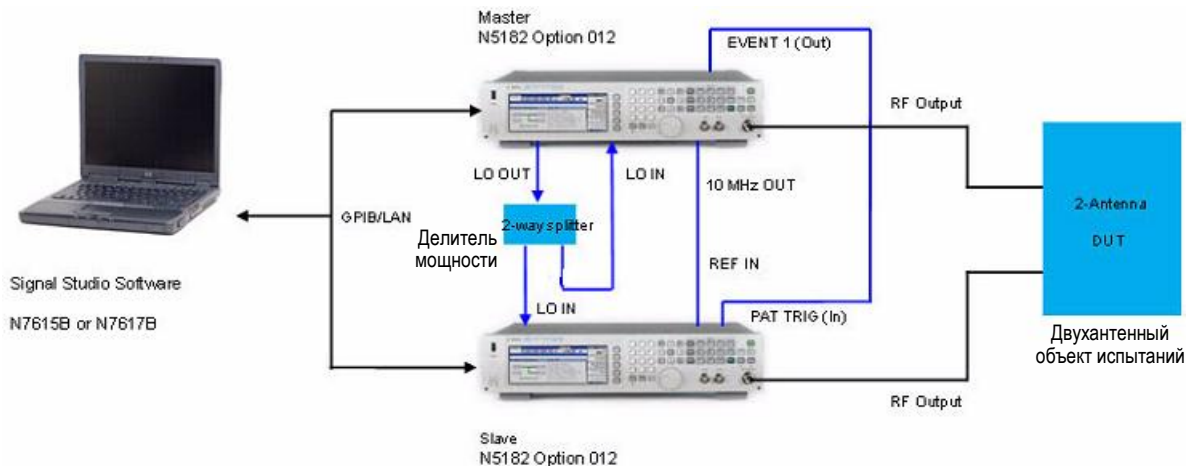
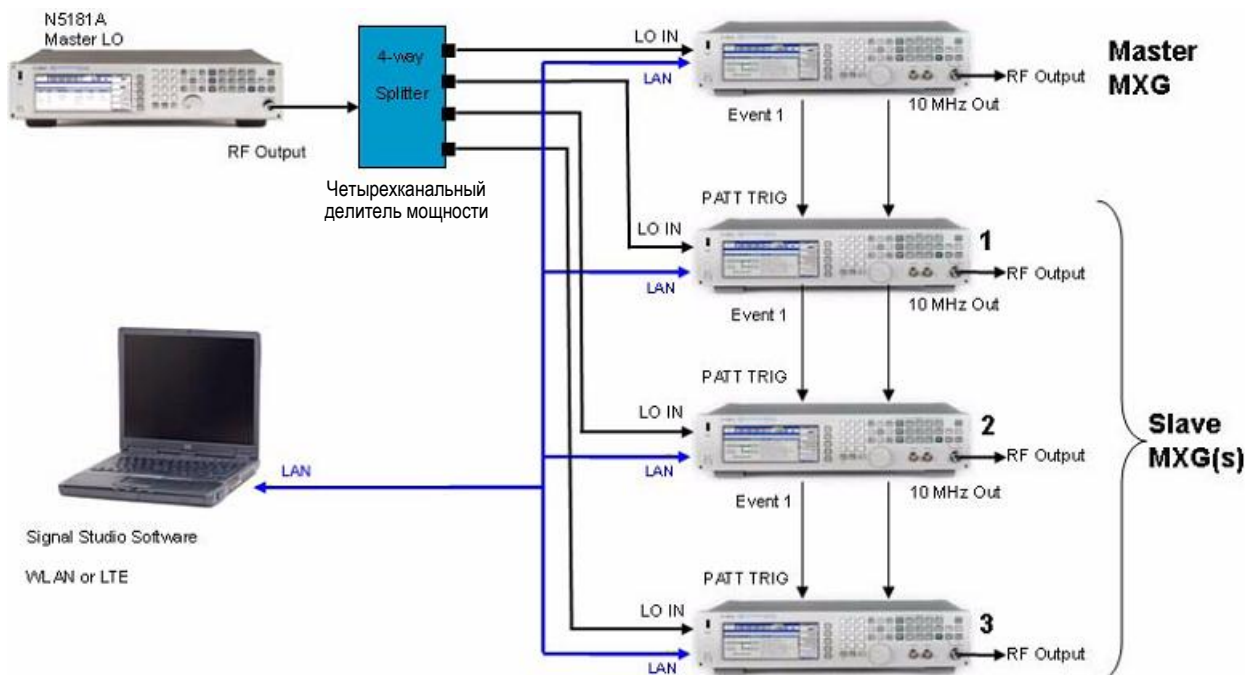

Рис. 8-30 Схема соединений оборудования 2x2 MIMO
Рис. 8-31 Схема соединений оборудования 3x3 и 4x4 MIMO
Для стандартной системы синхронизации нескольких генераторов модулирующих сигналов рекомендуется применять кабель Agilent BNC (номер для заказа 10502A). Этот же кабель рекомендуется для применения с опцией 012 (см. также рис. 8-29 на стр. 139). Дополнительно для соединений 2x2, 3x3 и 4x4 MIMO от соединителей LO IN и LO OUT до делителя мощности требуются дополнительные кабели (см. таблицу 8-5, рис. 8-30 и рис. 8-31 на следующих страницах).
1) У всех конфигураций MIMO от выхода делителя мощности к входам у ведущего и ведомых приборов присоединяются гибкие кабели SMA одинаковой длины (см. рис. 8-30 и 8-31).
Для генерирования фазово-когерентных сигналов в конфигурации 2x2 MIMO выход LO OUT ведущего генератора MXG соединяется через делитель мощности с входом LO IN ведомого прибора. Выход LO OUT при прямом соединении обеспечивает амплитуду сигнала гетеродина, достаточную для возбуждения ведомых генераторов MXG/EXG, обеспечивая таким образом фазовую когерентность выходных ВЧ сигналов. В этом примере показаны два генератора сигналов MXG с опцией 012, соединенные для реализации фазово-когерентной системы 2x2 MIMO (см. рис. 8-30).
Разветвление выхода LO на четыре канала приводит к значительному снижению мощности возбуждения входа LO у генераторов N5172B/82B в этой системе. Кроме того, здесь отсутствует регулировка амплитуды на выходе LO генераторов N5172B/82B. Для генерирования фазово-когерентных сигналов в конфигурациях 3x3 MIMO и 4x4 MIMO необходим внешний ведущий гетеродин (Master LO), чтобы обеспечить достаточную амплитуду входного сигнала LO у векторных генераторов MXG/EXG (см. рис. 8-31).